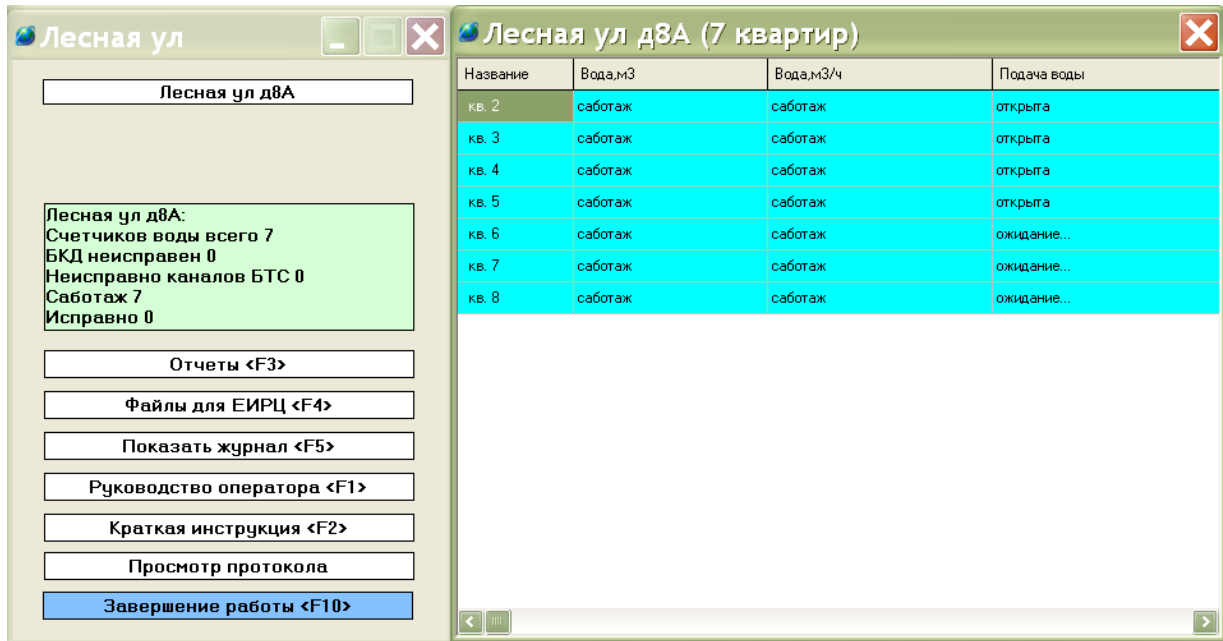

Рисунок 84
4) Временно открыть крышку корпуса БТС-2 на время, которое превышает заданный период обновления информации в системе. Проверить формирование сообщения «саботаж» в ячейках измеренного объема воды в таблице для тех квартир, которые подключены к проверяемому БТС-2 (рисунок 84). В окне «Лесная ул.» проверить появление сообщения о количестве неисправных водосчетчиков «Саботаж» по причине открытия крышки БТС-2.
5) Временно отключить кабель связи со водосчетчиком от БТС-2 на время, которое превышает заданный период обновления информации в системе. Проверить формирование сообщения «саботаж» в ячейках измеренного объема воды в таблице для той квартиры, где отключили счетчик (рисунок 84). В окне «Лесная ул.» проверить появление сообщения о количестве неисправных водосчетчиков «Саботаж» по причине отключения счетчика. Аналогично проверить формирование сообщения «Саботаж» при коротком замыкании кабеля связи счетчика воды.